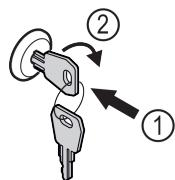

Fig. 87 Примерное изображение
- Вставьте ключ Fig. 87 (1).
- Поверните ключ на 90° по часовой стрелке Fig. 87 (2).